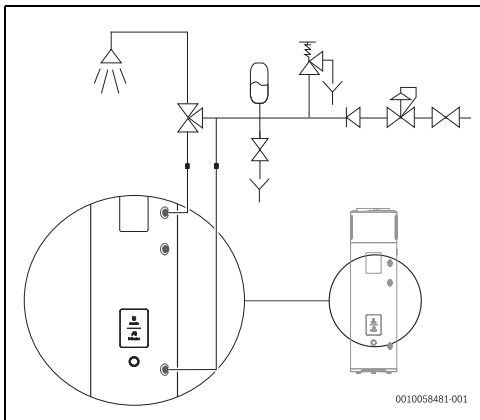

Fig. 14 Ligações de alimentação da água
É obrigatório que o instalador do sistema instale uma válvula de segurança de 8 bar no tubo de alimentação de água fria (Fig. 14).
O escoamento, ligado à válvula de segurança, deve ser instalado numa inclinação descendente. Deve também ser instalado num local onde esteja protegido contra a formação de gelo (Fig. 14).
Nunca feche a válvula de corte de água durante o funcionamento. (→fig. 14, pág. 18).
- ▶ Instalar um vaso de expansão¹⁾ (→ fig. 14) para evitar que a abertura da válvula de segurança seja tão frequente.